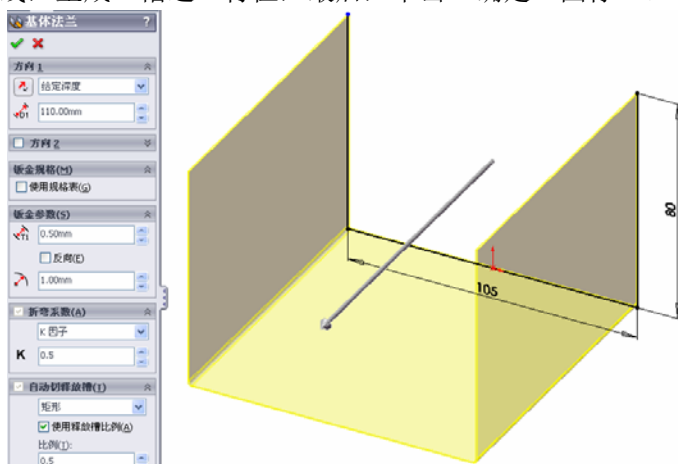

图 10-68 生成“基体法兰”特征操作
③ 生成“基体法兰”特征。单击草图 1, 然后选择菜单栏中的“插入”→“钣金”→“基体法兰”命令, 或者单击“钣金”工具栏中的“基体法兰/薄片”图标, 在属性管理器中方向 1 的“终止条件”栏中选择“两边对称”, 在“深度”栏中键入数值: 110, 在“厚度”栏中键入数值: 0.5, 圆角半径值为: 1, 其他设置如图 10-68 所示, 最后, 单击“确定”图标。